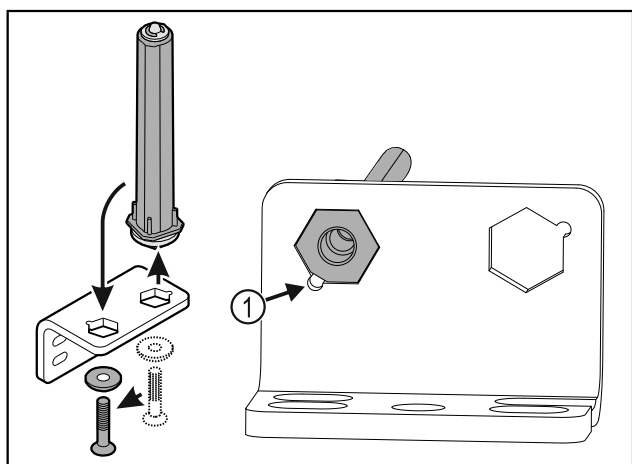

Fig. 32
- ▶ Pöörake tähelepanu sellele, et sissepanemisel on poldi kaldpind Fig. 32 (1) ümara ava poole.